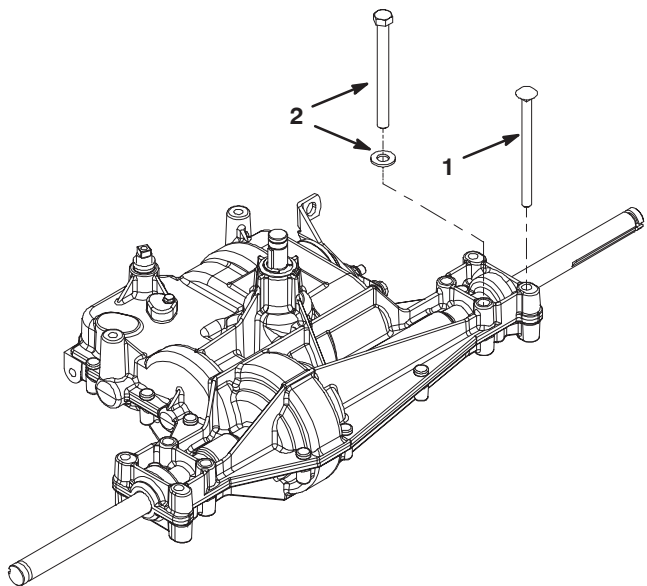

Bild 2
4. Setzen Sie (2) 5/16 x 4-1/2 Zoll Schlosssschrauben statt der alten Schrauben ein (Bild 2).